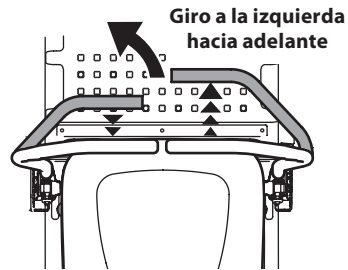

Figura 22
1. Para girar a la izquierda, mueva la palanca de control de la transmisión del lado izquierdo hacia atrás respecto de la palanca de control de la transmisión derecha (Figura 22).